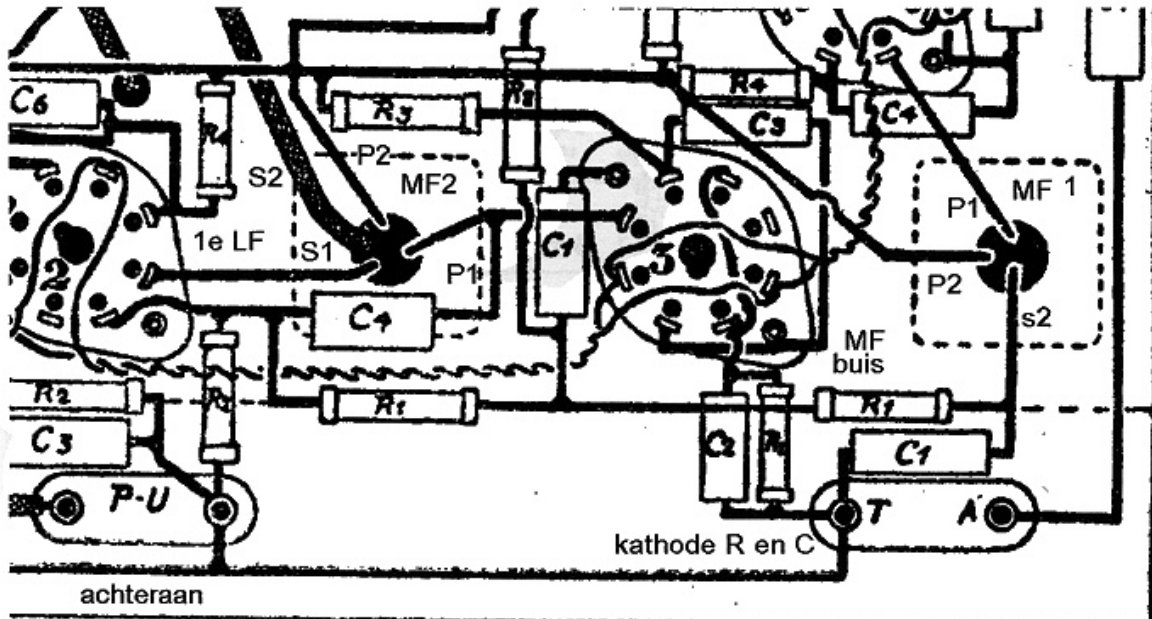

Fig 8 Middenfrequent gedeelte
Het "doorfluiten" van de radio beginnen we natuurlijk bij de MF versterker. Op het rooster (in de afbeelding van fig 8 is het rooster van de MF buis de topaansluiting) van de MF buis brengen we de MF frequentie aan, dat kan 115 kHz, 455 kHz, 472 kHz of ... zijn, naargelang het type radio. Soms vindt men de MF frequentie ergens binnen in de radio aangeduid of gestempeld op de MF transformatoren. De ontvanger geeft bij de juiste frequentie een licht gezoem, of als men kan moduleren met 400 of 1000 Hz, hoort men die fluittoon in de luispreker, Dat betekent dan dat de MF buis werkt. Er moet ook een reactie te zien zijn op het afstemoog, als er een is. Daarna brengen we hetzelfde signaal nog eens op de anode van de mengbuis via een kleine condensator, b.v. twee in elkaar gevlochten draden. Als de radio daarop reageert dan is de volledige MF in orde en dus moet de fout gezocht worden in de oscillator-mengschakeling.
a. Is er spanning op de anode (P1 op (fig 8) de afbeelding van de MF versterker)? Neen Is er dan spanning op de andere aansluiting van de primaire (P2) van de tweede MF spoel. Ja radio uitschakelen en primaire van de MF spoel (MF2) doormeten met de ohmmeter. Is de spoel onderbroken deze voorzichtig openen als dat kan en nakijken, waar de onderbreking zit. Vaak moet de spoel gedemonteerd worden om ze te openen.